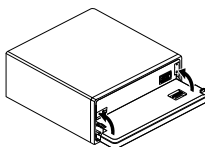

Fig. 14
3. Faites pivoter les crochets en position droite. (Fig. 14)